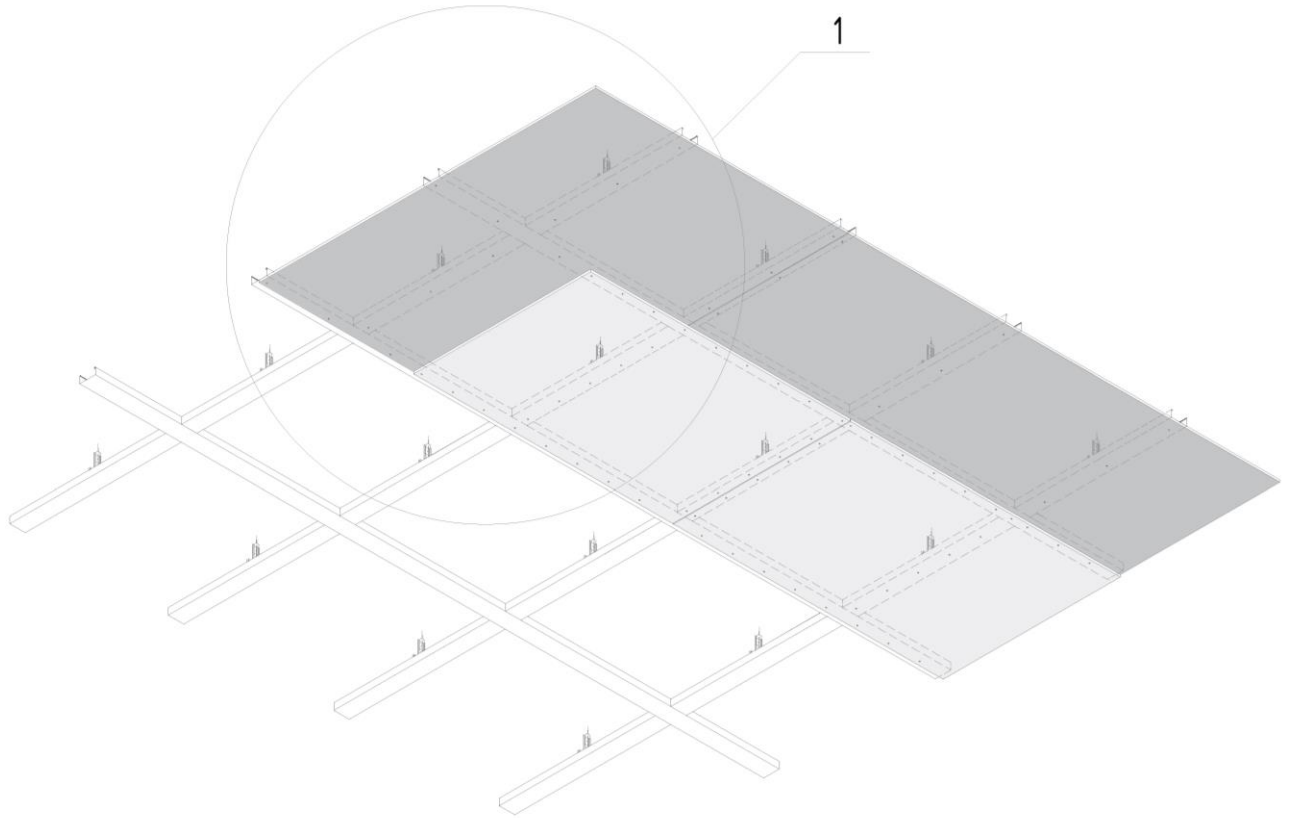
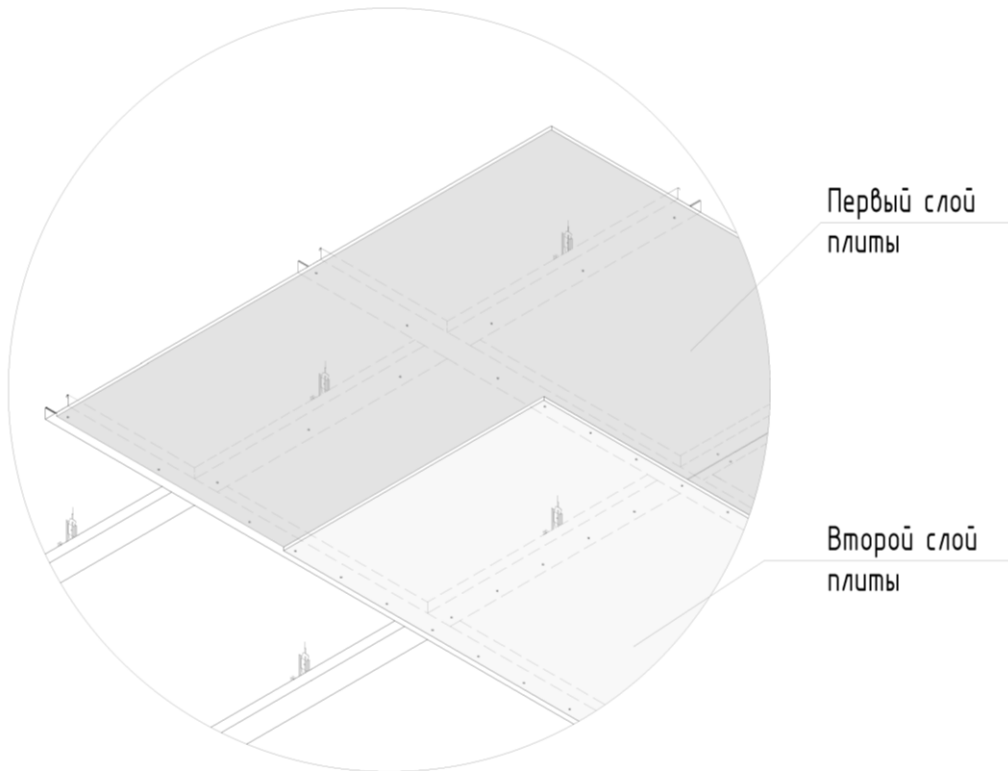

Рис. 7
Рис. 8
8. Смонтировать плиты к каркасу при помощи самонарезающих винтов для ГКЛ (рис. 7). Шаг крепления зависит от количества слоев. При монтаже конструкции в один слой - шаг крепления составляет не более  $150 \pm 50$  мм. При монтаже многослойной конструкции для внутренних слоев рекомендуется шаг от 400 мм до 600 мм, для завершающего – не более  $150 \pm 50$  мм (рис. 8).